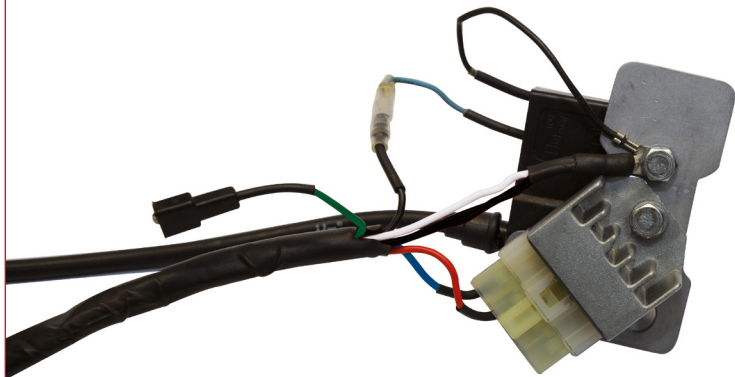

Fig. 9
- Raccordez les câbles venant du cadre à ceux du câblage Malossi en respectant soigneusement les couleurs **(Fig. 9)**.